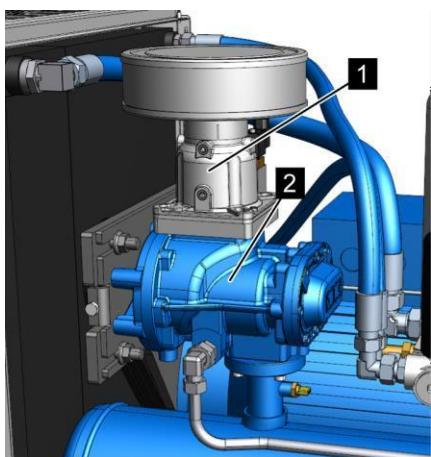

Рис. 29: Демонтаж регулятора впуска
1. Отверните крепежные винты регулятора впуска (Рис. 29/1) и извлеките их.
3. Залейте охлаждающую жидкость в ступень компрессора (Рис. 29/2).
5. Установите и закрутите крепежные винты регулятора впуска (Рис. 29/1) (Приложение В «Моменты затяжки винтов» на странице 119).